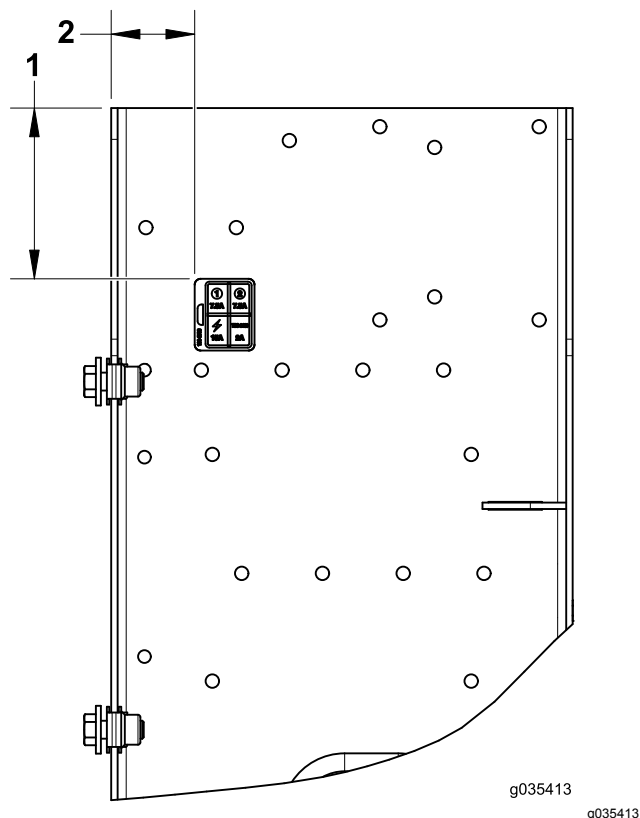

Figure 10
2. Localisez et appliquez l'autocollant de fusibles à l'emplacement indiqué (Figure 10).